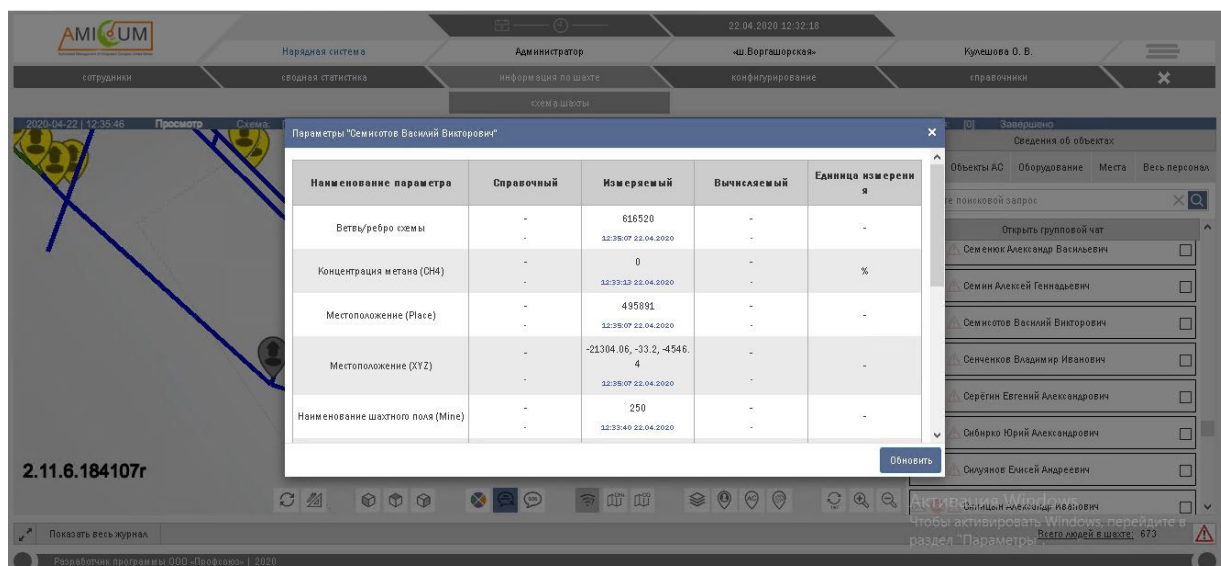

Рисунок 32. Информация о работнике
- информация о работнике. При нажатии на данную кнопку открывается модальное окно, в котором отображается последняя актуальная информация (рисунок 32). При нажатии на «Обновить» – обновляется информация, для закрытия окна нажать на «X»;